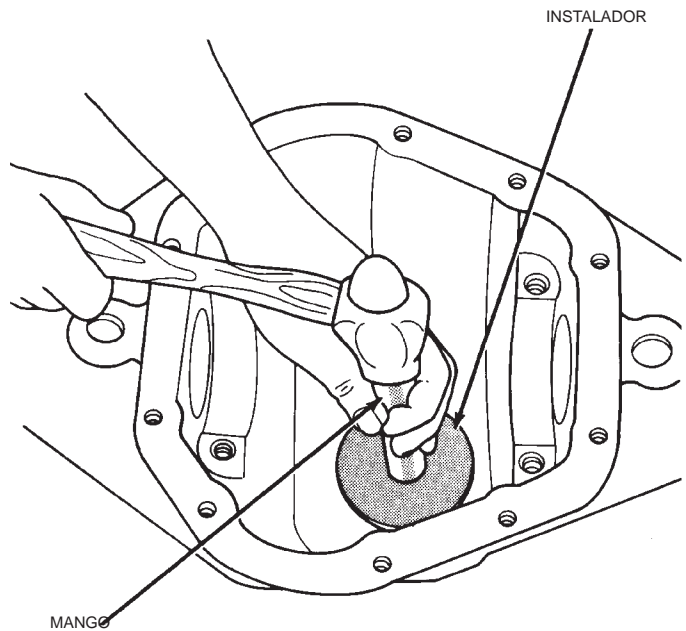

Fig. 52 Instalación de la cubeta del cojinete trasero del piñon
(1) Aplique lubricante en barra Mopar® Door Ease, o uno equivalente, a la superficie exterior de la cubeta del cojinete.
(2) Instale la cubeta del cojinete delantero del piñon con el instalador D-130 y el mango insertador C-4171 (Fig. 52). Verifique que la cubeta esté correctamente asentada.